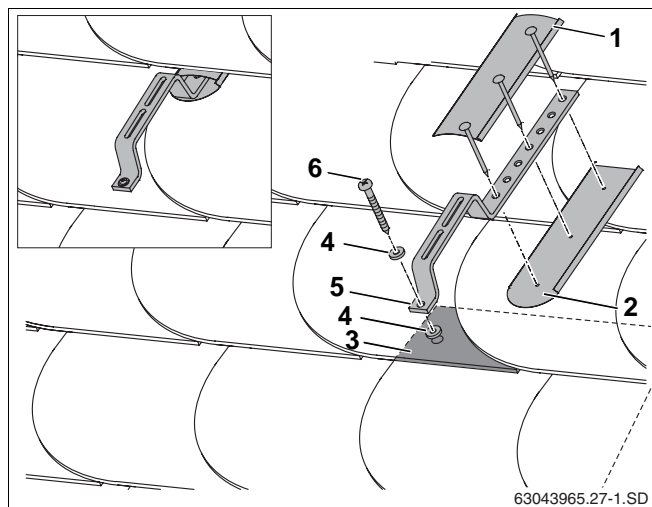

Bild 26 Montering på skiffer-/träspånstak
Nedan visas som exempel montering av en specialtakhake och vattentät packning med plåtbrickor som tillhandahålls av kunden (bild 26, **pos. 1** och **2**) för skiffer/träspånsplattor.
- ▶ Montera specialtakhakarna (bild 26, **pos. 5**) och tätningen (bild 26, **pos. 4**) med skruven (bild 26, **pos. 6**) på skiffret/träspånsplattorna.
- ▶ För att säkerställa en vattentät montering måste du montera plåtbrickor (bild 26, **pos. 1, 2**) ovanför och under specialtakhakarna på uppställningsplatsen.
Specialtakhakarnas främre del måste ligga mot en multipel överlappning (bild 26, **pos. 3**).